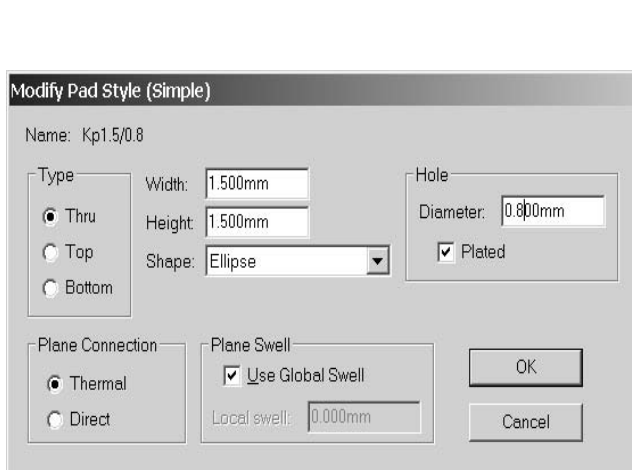

Рис.3.9.2
- В диалоговом окне **Options Pad Style** в списке **Current Style** выбрать появившийся тип КП Кр1.5/0.8 и нажать кнопку **Modify (Simple)**. В открывшемся диалоговом окне **Modify Pad Style (Simple)** в списке **Type** (тип) выбрать штыревой тип вывода (**Thru**) и установить для него круглую форму контактной площадки. Для этого в поле **Pad Definition** (описание контактной площадки) в открывающемся списке **Shape** выбрать значение **Ellipse**. Установить размеры эллипса **Height** (высота) и **Width** (ширина) равными 1.5 мм, а диаметр отверстия задать в поле **Hole** равным 0.8 мм нажать кнопку ОК (рис.3.9.2).